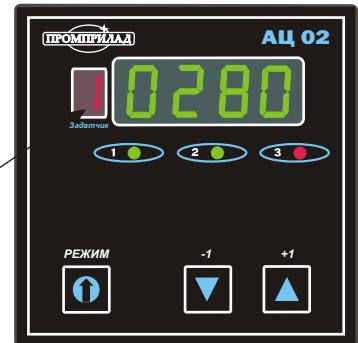

Рисунок 1
- а) Для предотвращения отключения электроустановки и прибора после включения (в случае превышения установленных ранее задатчиков), в течение 2 секунд после подачи напряжения необходимо нажать кнопку "РЕЖИМ" и зайти в **режим установки задатчиков**. После чего прекращается индикация текущего значения силы тока. При этом на ЦИ индицируется указатель номера задатчика (первая меньшая декада ЦИ) и значение соответствующего задатчика (Рисунок 1).